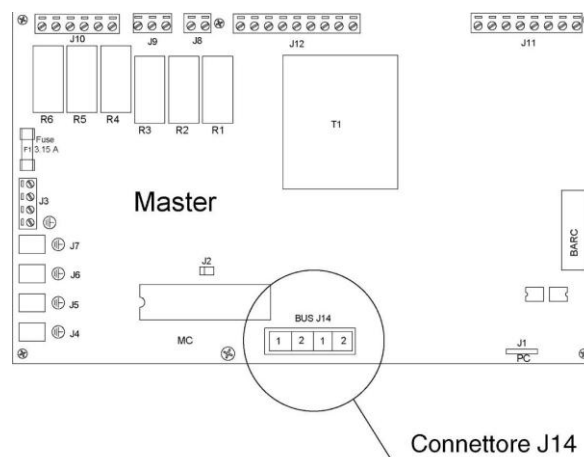

Figura 14
- Disconnettere il connettore J14 a 4 poli dalla scheda Master (vedi Figura 14);